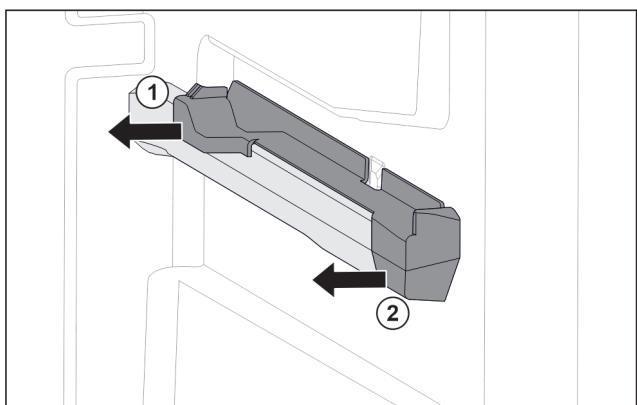

Fig. 55 Вставная часть на правом контейнерном ребре
- Отодвните вставную часть сзади в сторону. Fig. 55 (1)
- Отодвните вставную часть спереди в сторону. Fig. 55 (2)